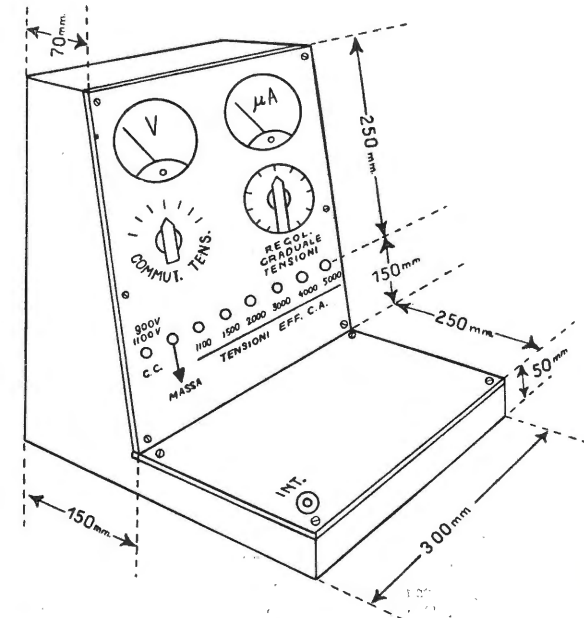

Fig. 1. - Forma suggerita e adottata nell'esecuzione dell'apparecchio a tipo fisso, da banco.
La fig. 1 dà un'idea della forma che può essere data all'apparecchio, se si desidera che questo sia del tipo fisso, da banco. Tanto il pannello portante gli strumento e gli organi di controllo e di regolazione, quanto il piano di base su cui dovranno essere collocati i materiali in esame, sono in lastra di bachelite. Le dimensioni dipendono da quelle dei materiali da esaminare: nella figura sono indicate quote che possono servire di base nella generalità dei casi.
- 1 castello portante, come indicato nella fig. 1.